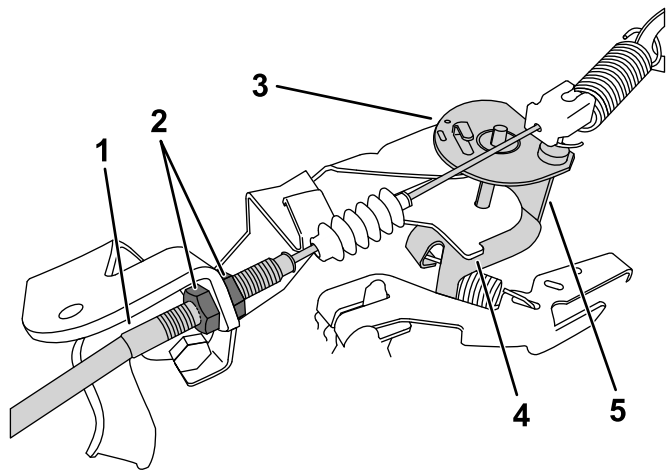

図 35
3. ローアイドルを高くするには、スロットルケーブルの前側のジャムナットをゆるめて後ジャムナットを締める 図 35。